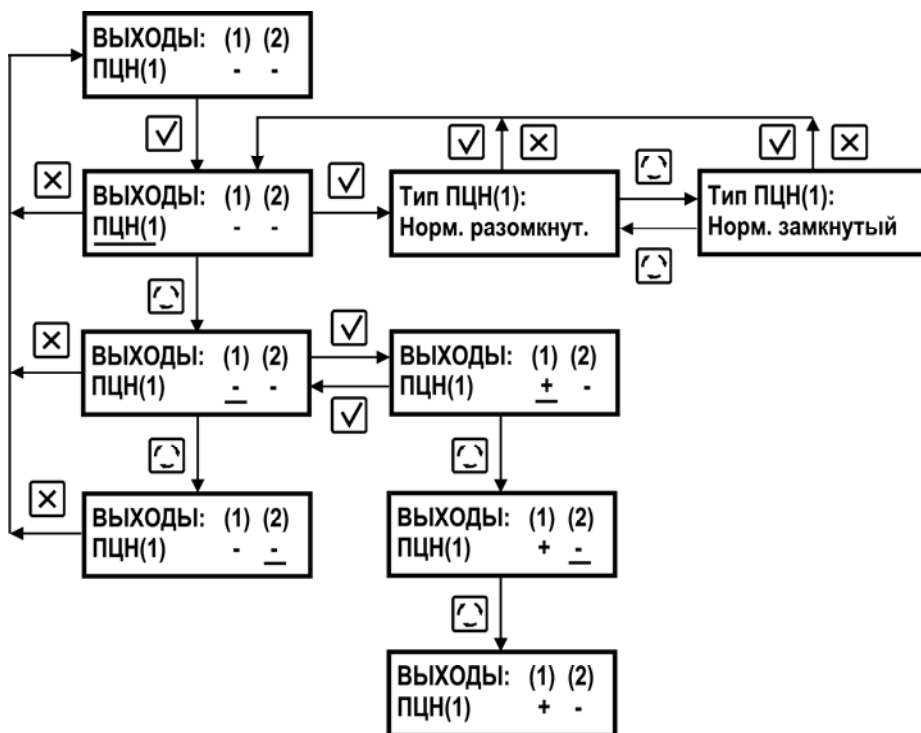

Рисунок 12
Пример программирования событий ПЦН (1), см. рисунок 12.